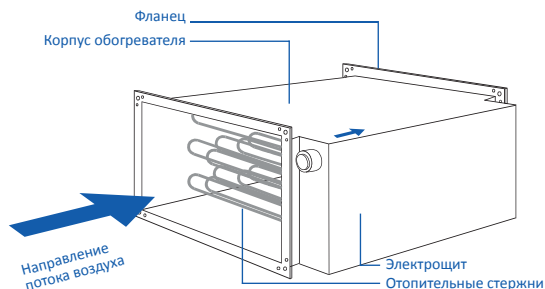

Рисунок 2 Рабочее положение электрокалорифера
7.1 Рабочее положение электрокалорифера показано на рис. 2.
7.7 При присоединении электрокалорифера к воздуховоду направление движения воздуха должно соответствовать стрелке корпусе (рис. 2).